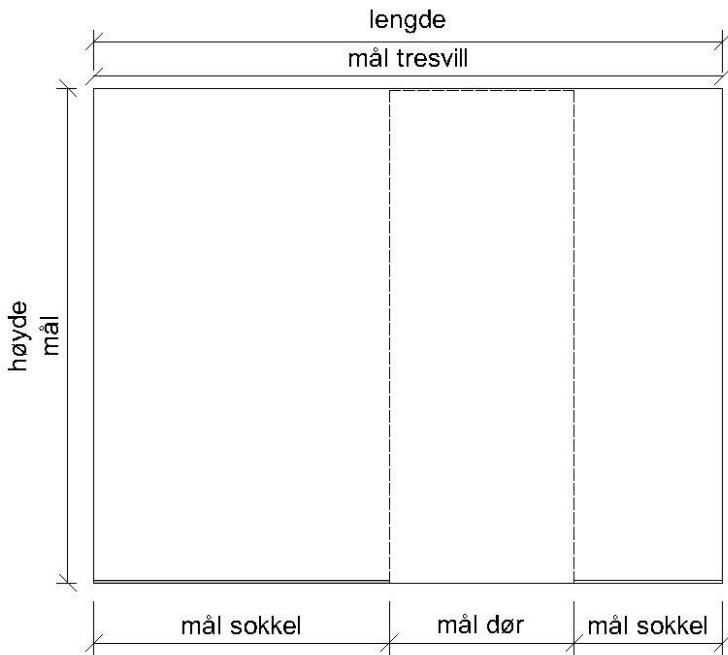

Fig 2.
- Mål ut, og merk av dørplassering. Se fig 2